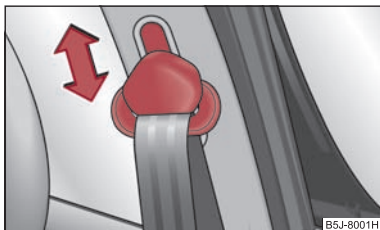

Fig. 4 Scaun față: Reglarea pe înălțime a centurii
- Pentru reglare apăsați dispozitivul de reglare și deplasați-l în sus sau în jos ⇒ fig. 4.